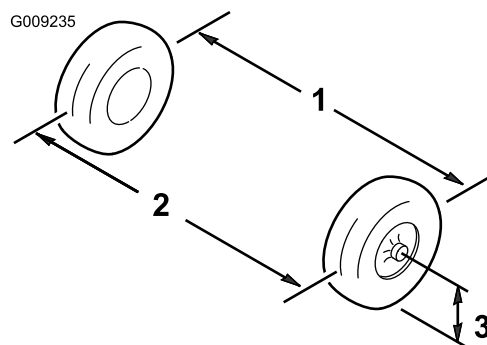

Bild 41
1. Messen Sie den Abstand zwischen beiden Vorderreifen auf Achshöhe (an der Vorder- und Rückseite der Vorderreifen) (Bild 41).